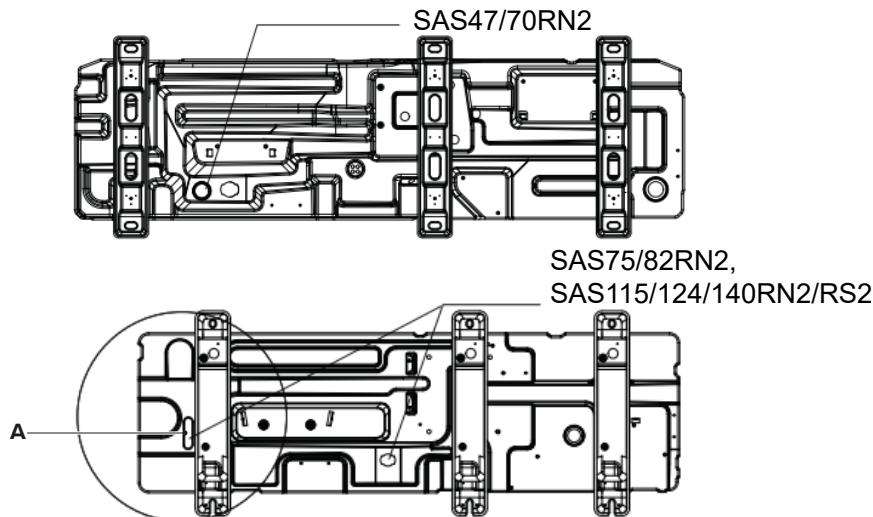

Abbildung 34: Kondensatablauf am Gerät
- Der Kondensatablauf (siehe Pos. A in „Abbildung 34: Kondensatablauf am Gerät“) ist mit einem Gummistopfen verschlossen. Wenn die kleinere Öffnung für den Kondensatablauf nicht ausreichend ist, zusätzlich das größere Ablaufloch verwenden.